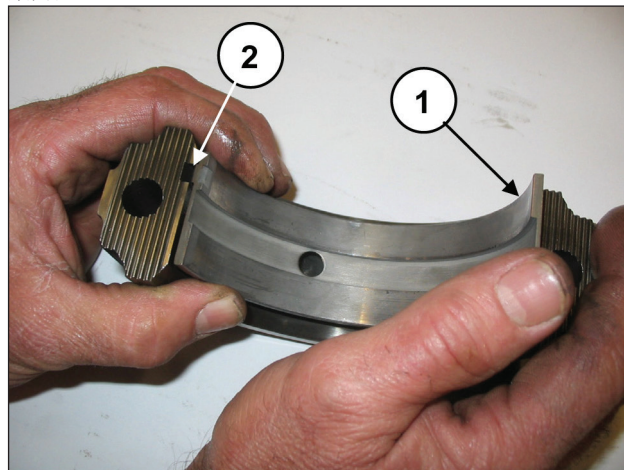

图59
将下半轴承安装到连杆帽上（①，图59），确保半轴承的基准平键定位在连杆帽的专用底座中（②，图59）。